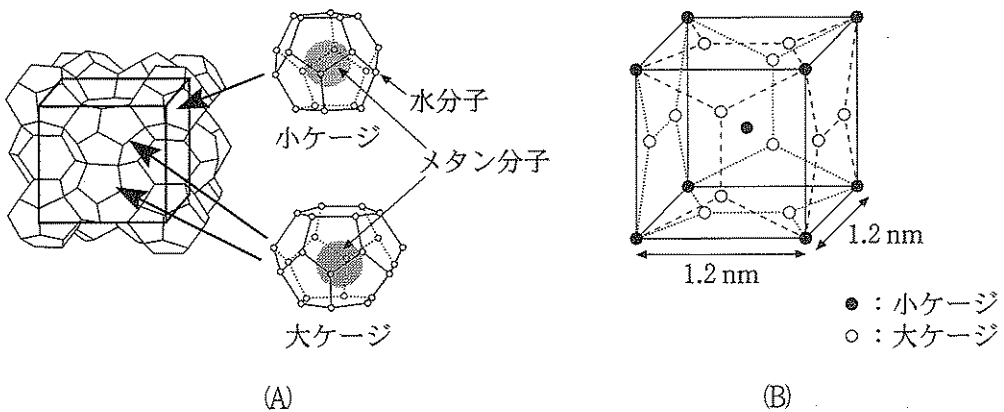

図 1-2 メタンハイドレートの結晶構造
MH の結晶構造は、図 1-2 (A) に示すように、水分子がつくる正五角形の面からなる正十二面体の“小ケージ”および正五角形 12 面と正六角形 2 面からなる十四面体の“大ケージ”が組み合わさって形成され、これらのケージ内部の空隙にメタン分子が取り込まれる。その単位格子は、図 1-2 (B) に示すように、一辺の長さが 1.2 nm ($1 \text{ nm} = 10^{-9} \text{ m}$) の立方体であり、水分子がつくる小ケージは立方体の中心と各頂点に位置し、大ケージは立方体の各面に 2 個ずつ位置している。隣接するケージどうしは互いに面を共有しており、単位格子当たり 46 個の水分子が含まれる。理論的には、1 個のケージに対してメタン分子が 1 個ずつ取り込まれることが可能だが、実際はすべての